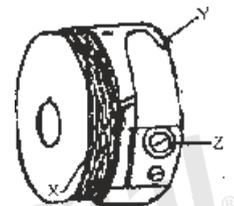

Fig. 11
- Se a tensão estiver muito frouxa, retire a caixa da bobina da máquina (Fig. 11) e aperte o pequeno parafuso de tensão (Z) no sentido horário com a ajuda da chave de fenda.